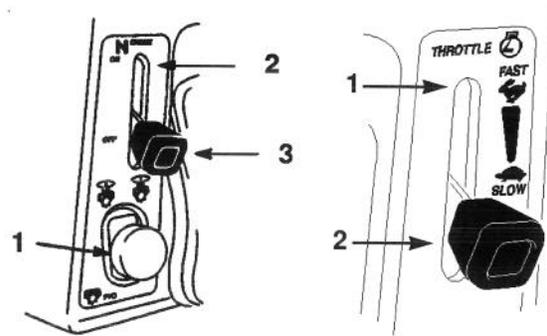

Figure 3
4. Pousser la PTO (prise de force) sur "OFF" (ARRET) (Fig. 3)
5. Placer la manette de starter sur "ON" (MARCHE) (Fig. 3).